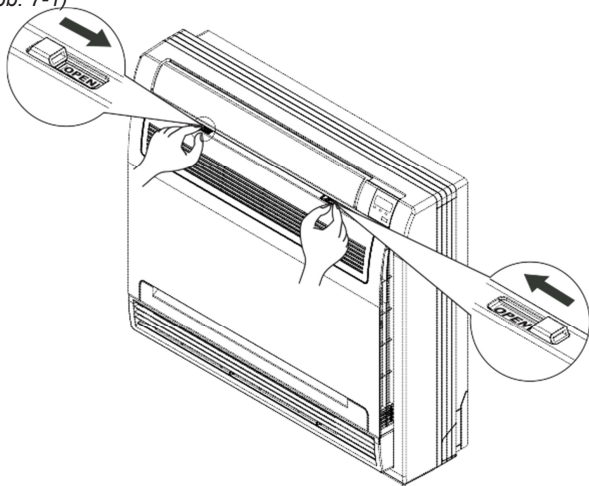

Abb. 7-1
Wie Sie die Frontblende öffnen: (siehe Abb. 7-1).
- 1 **Öffnen Sie die Frontblende.** (siehe Abb. 7-1)